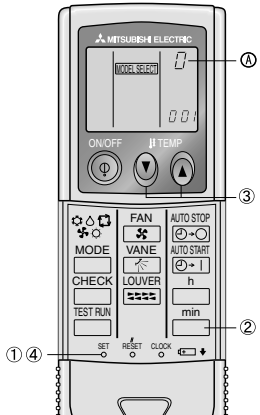

Fig. 6-5
3) Asignación de un controlador remoto inalámbrico por infrarrojos a cada unidad (Fig. 6-5)
4) Operación de ajuste del número de par del controlador remoto inalámbrico por infrarrojos (Fig. 6-5)